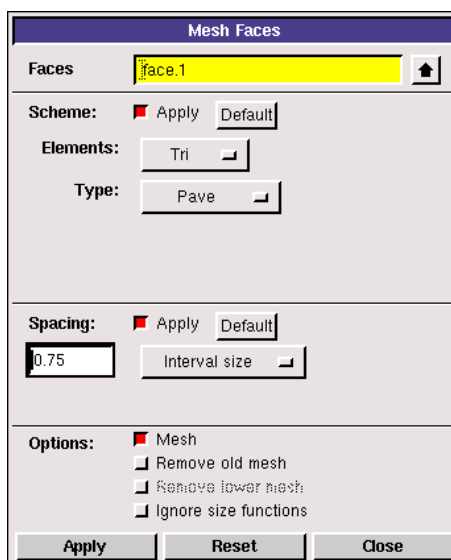

Рисунок 1.8 - Меню разбиения поверхности
- В поле *Spacing* (рисунок 1.8) вводится требуемый размер конечного элемента (например, *0,75мм*).